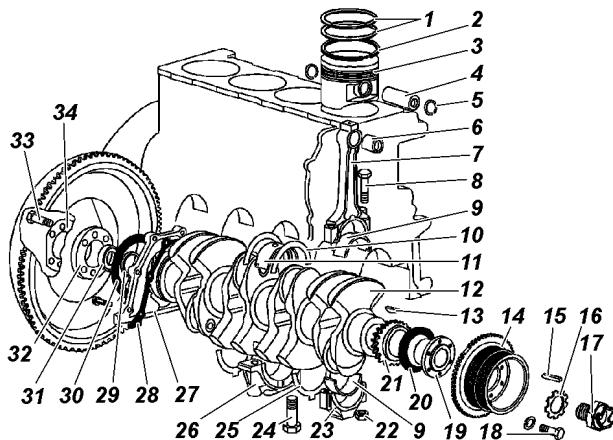

Рис. 4.30. Кривошипно-шатунный механизм:
- снимите крышки 23 (рис. 4.30) шатунов вместе с вкладышами 9;